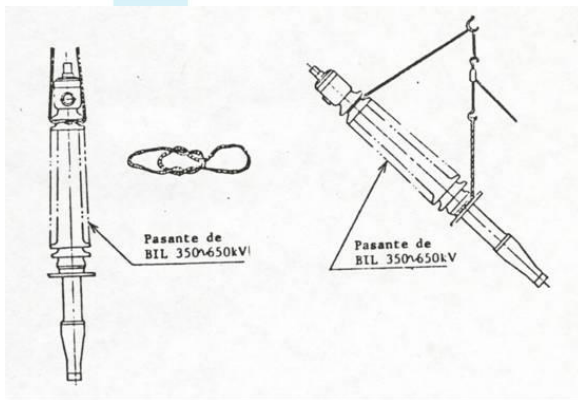

Figura 2 (Izaje)
9. Por ningún motivo se debe apoyar el Buje sobre el extremo inferior del cuerpo del aislador en el momento de izarlo en posición vertical. Al bajar el Buje al suelo, en una posición horizontal, colóquese una base amortiguada de madera o goma para no dañar la parte inferior del Buje. En tal sentido el buje pasa de la posición vertical a la horizontal o viceversa, con la disposición indicada en la figura 2.